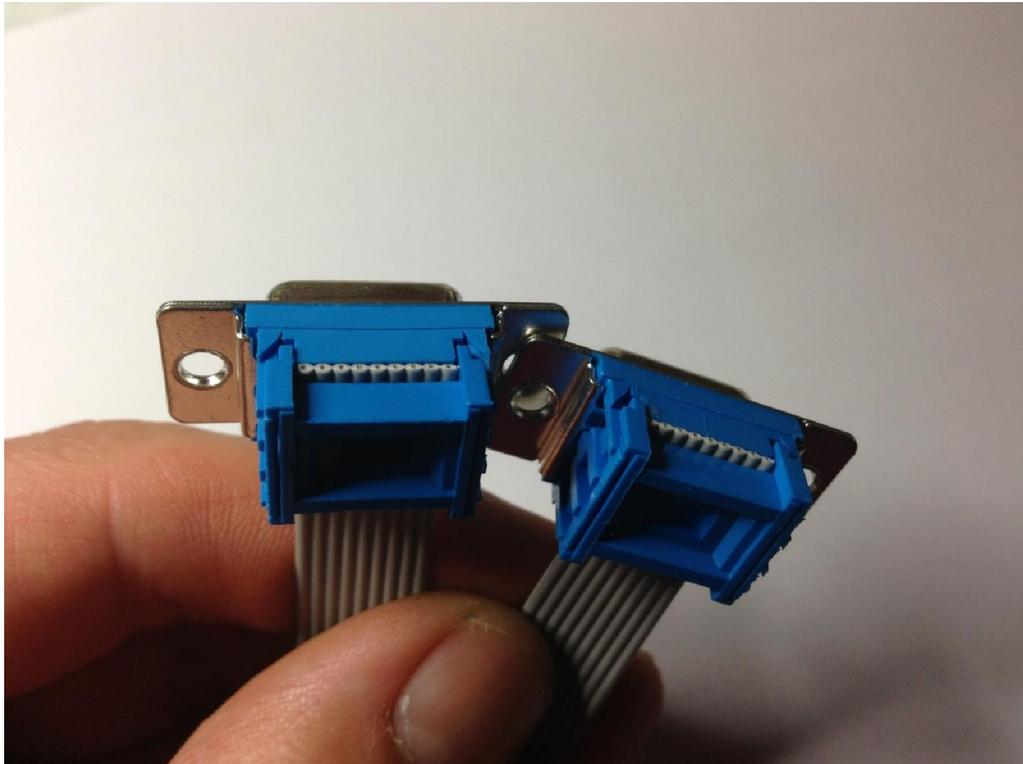

Bild 34
7.18. .... und die Klemmleisten wieder mit einem Tuch und Zange vorsichtig zusammenquetschen. Hier schon vorher darauf achten, dass das Kabelende nicht so weit herauschaut (Bild 34).